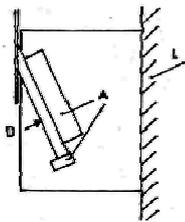

Abb. 6: L = Längsanschlag;
- Die erste Seite schrägt man auf dem auf Abb. 6 dargestellten Schlitten, bestehend aus einer 5mm-Platte mit Anschlagleisten. Das Werkstück muß beim Sägen gegen den Anschlag gedrückt werden. Die Maschine ist schon beim ersten Schnitt auf Fertigmaß eingestellt.